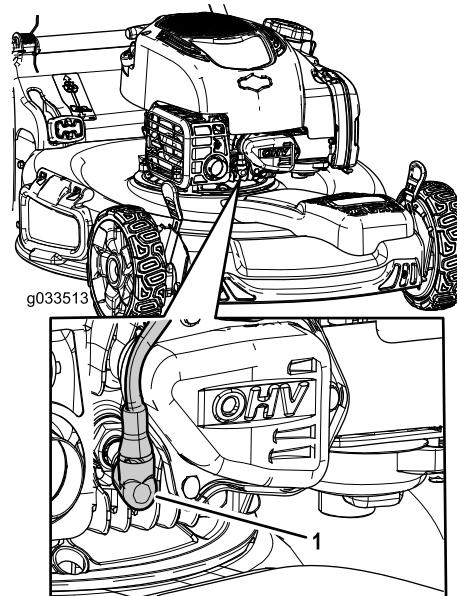

Figura 23
- Scollegate il cappellotto dalla candela (Figura 23).